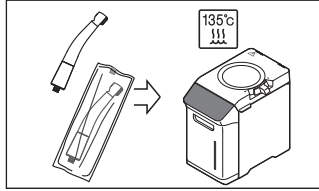

図 28
- 1 滅菌バッグに入れ、封をします（図28）。
- 2 オートクレーブ滅菌を行います。以下の条件でオートクレーブ滅菌を行ってください（図28）。